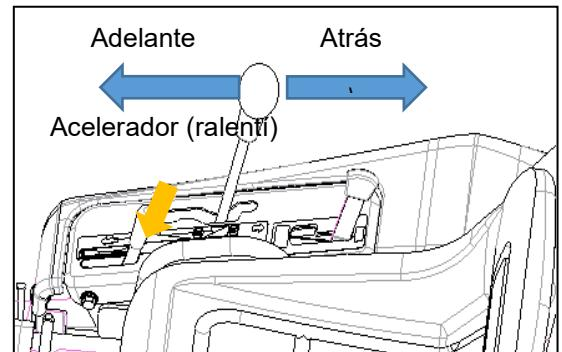

Figura 15
- Mueva la palanca de cambios hasta la mitad, hacia ADELANTE y hacia ATRÁS, durante 10 segundos y luego vuelva a ponerla en punto muerto. (Figura 15)**